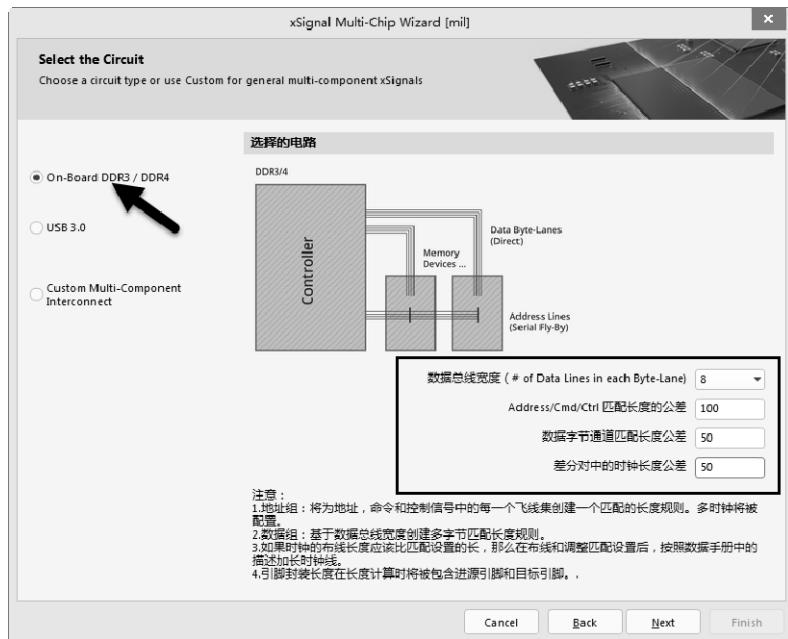

图 10-126 选择应用单元及误差填写
(2) 进入如图 10-126 所示的“Select the Circuit”界面，选择创建 xSignals 的应用单元，此处提供 3 种选择。
(3) 单击图 10-126 中的“Next”按钮，进入如图 10-127 所示的界面，通过元件过滤功能，选择需要创建的第一个元件“U7”，即主控 CPU，然后选择预知关联的第一片 DDR “U14”，这之后单击“Next”按钮。